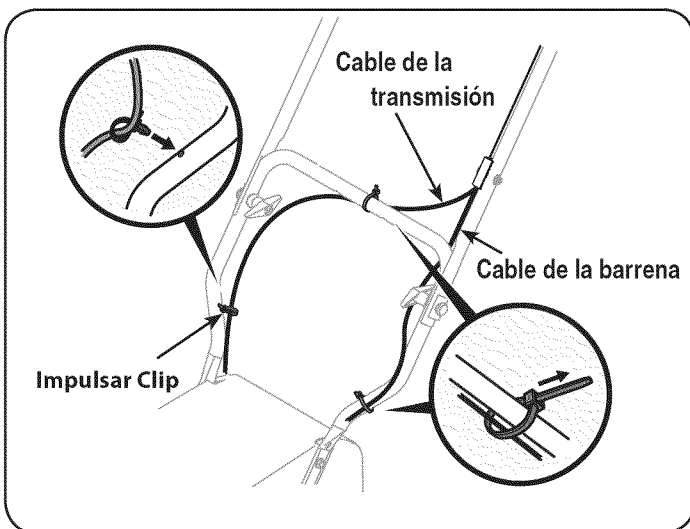

Figura 3
6. Dos cables de sujeción se han utilizado para atar sin apretar los cables de control de la manija inferior. Un clip de presión también se incluye en el cable de la unidad inferior. Posición de las ataduras de cables ahora, como en la figura. 3, y apriete para fijar los cables a la manija inferior. Recorte el exceso de material de las ataduras de cables. Instale el clip de presión en el orificio en el mango como el indicado en el recuadro a la izquierda en la Figure 3.